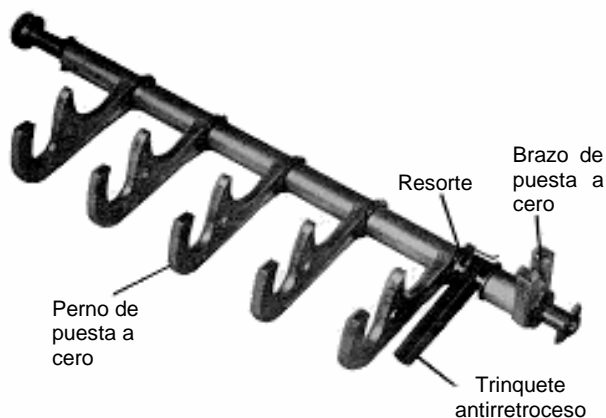

Figura 18. Preparación para montaje del eje del perno de puesta a cero
- a. Girar el trinquete antirretroceso con el fin de que el muelle ponga el trinquete en tensión. Colocar una cinta elástica en los pernos de puesta a cero y el trinquete para mantener en posición el trinquete. Ver Figura 18.